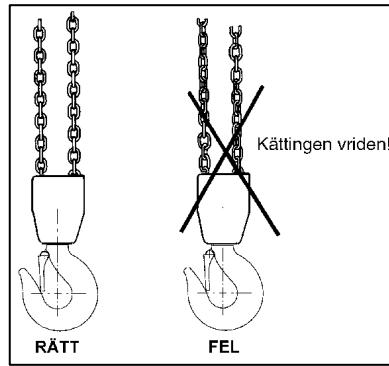

Fig 6 Kättingen får ej vara vriden!
- Kättingen får inte ha kinkar och ej heller vara vriden. För 2-partigt spaklyftblock (6,3 ton) finns risken att kättingen blir vriden genom att underblocket råkar bli vänt igenom kättingslingan – oftast vid omontering eller flyttning av lyftblocket mellan olika arbetsställen. Se fig 6.